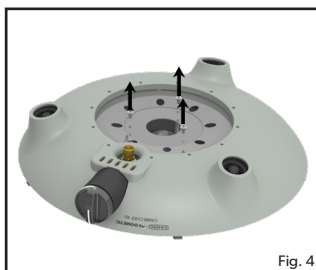
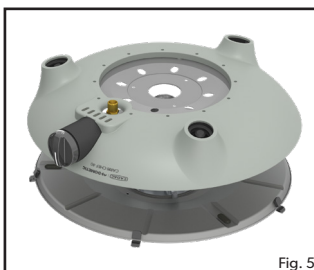
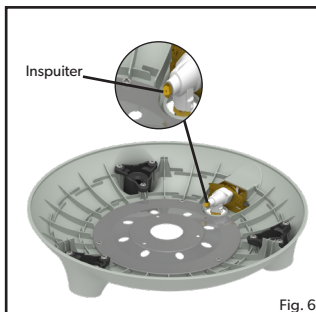

Fig. 4
Fig. 5
Fig. 6
- **De inspuiter te vervangen:** Verwijder alle losse oppervlakken, evenals het plateau en de poten van het apparaat. Draai de branderbasis om en verwijder de 3 schroeven van de onderste afdekplaat (fig. 4) om de branderbasis te scheiden (fig. 5). Koppel de piëzodraad los, zorg ervoor dat u deze niet beschadigt en verwijder de brandereenheid van het lichaam van de branderbasis te verwijderen om de inspuiter bloot te leggen (fig. 6). De inspuiter kan nu met een geschikte sleutel worden verwijderd. Gebruik geen tang omdat dit de inspuiter kan beschadigen, waardoor deze onbruikbaar of onmogelijk te verwijderen is. Schroef de nieuwe inspuiter in het ventiel. Draai niet te vast, omdat dit het apparaat kan beschadigen.